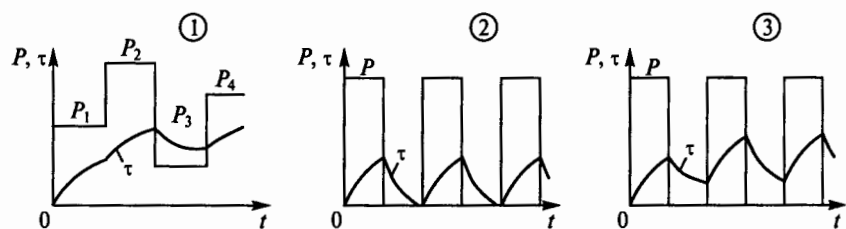

Рис. 257
**11.14.** Какой из трех графиков на рис. 257 соответствует повторно-кратковременному режиму работы двигателя?